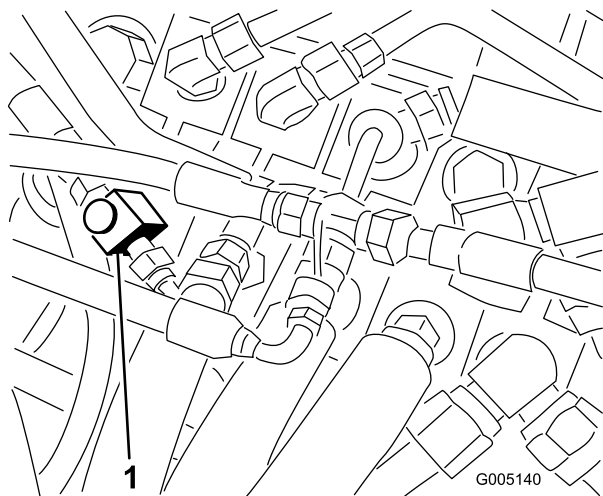

Figura 46
1. Sollevare il sedile e individuate la valvola di regolazione del flusso fissata sulla valvola di comando principale (Figura 46).